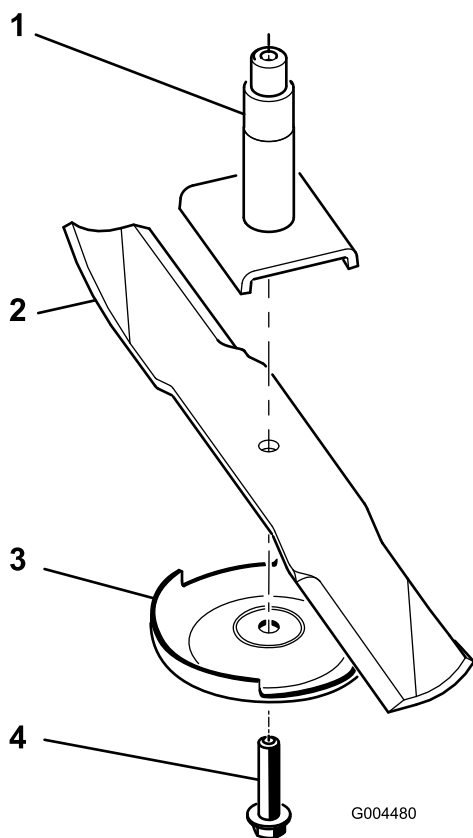

Figure 29
Remarque: Si la lame reste horizontale, elle est équilibrée et peut être utilisée. Si la lame est déséquilibrée, limez un peu l'extrémité de l'ailette seulement (Figure 29). Répétez la procédure jusqu'à ce que la lame soit équilibrée.
2. Enlevez le boulon, la plaque anti-scalp et la lame de l'axe de pivot (Figure 29).
1. Placez la lame sur l'axe (Figure 29).
2. Montez la plaque anti-scalp et le boulon de lame (Figure 29).